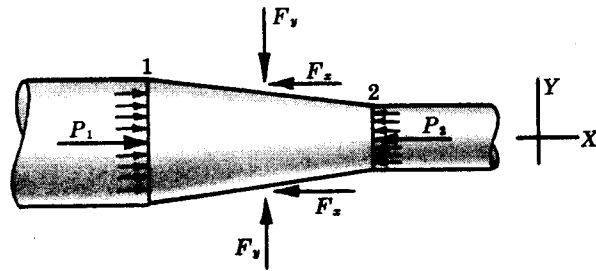

Fig. 11-7
13. La tubería de 60 cm del Problema 12 está conectada a una tubería de 30 cm mediante un cono reductor normal. Para el mismo caudal de 900 l/seg de aceite, y una presión de $2,80 \text{ kg/cm}^2$ en la sección 1 (Fig. 11-7), ¿cuál es la fuerza ejercida por el aceite sobre el cono reductor si se desprecian las pérdidas de carga en el mismo?
En la Fig. 11-7 se representan las fuerzas que actúan sobre la masa de aceite que ocupa el reductor.